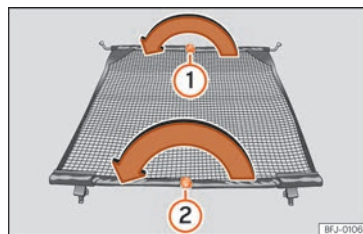

Abb. 152 Netztrennwand einklappen.
- Entriegelungsknopf »» **Abb. 152** ① drücken und Querstange bei gedrücktem Entriegelungsknopf in Pfeilrichtung einklappen.
- Entriegelungsknopf »» **Abb. 152** ② drücken und Querstange bei gedrücktem Entriegelungsknopf in Pfeilrichtung einklappen.